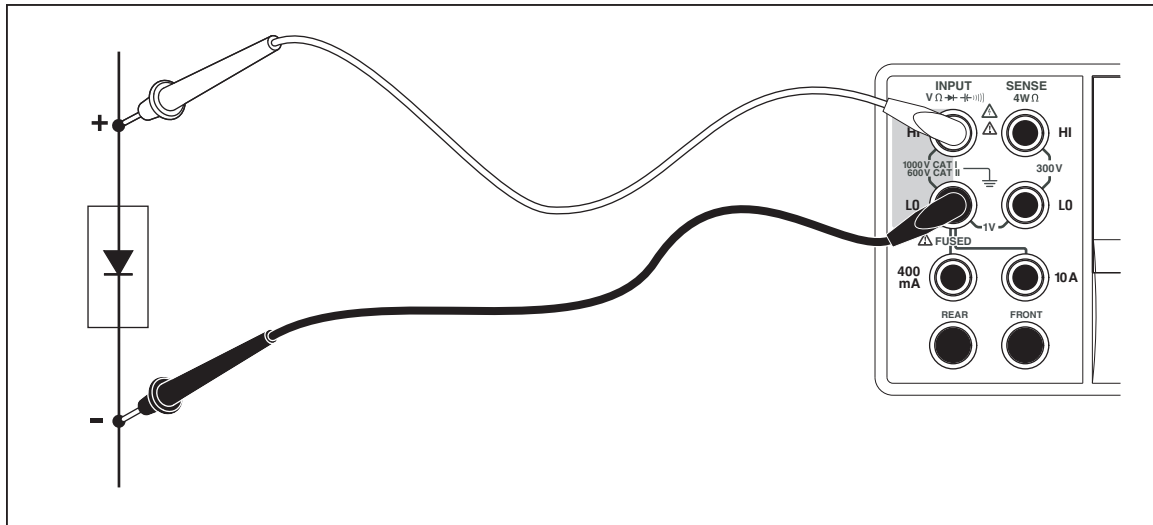

Figure 4-8. Branchements des tests de diode
3. Branchez les cordons de mesure conformément à la figure 4-8.